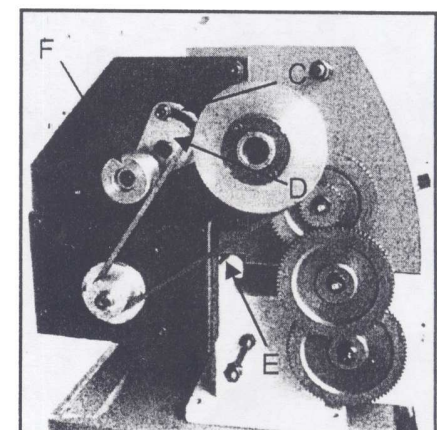

Fig.6
2. Desserrer l'écrou (C, fig.6) sur le support de poulie de tension (D, fig.6) et détendre la tension de la courroie en V (E, fig.6).
Vérifiez que la poulie de tension (F, fig. 6) est en contact avec l'extérieur de la courroie en V à tout moment.